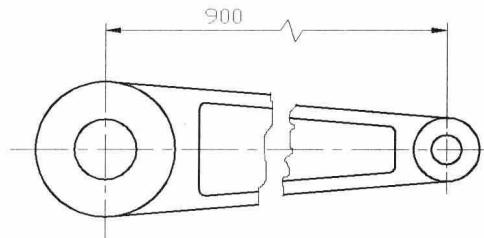

图 7-4-4
(2) 双击标注，打开“特性”选项板，在文字栏中“文字替代”框中输入实际长度。按 Esc 键。
(3) 选择菜单命令“标注/折弯线性”，命令行提示“选择要添加折弯的标注或 [删除(R)]”，单击标注对象。
(4) 命令行提示“指定折弯位置(或按 ENTER 键)”，在标注文字右侧单击，创建折弯符号，如图 7-4-4 所示。